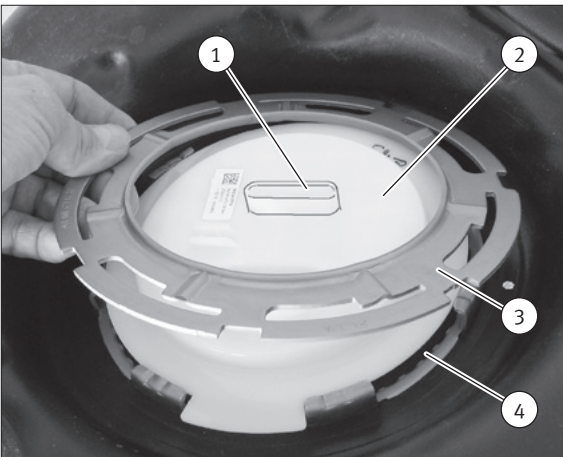
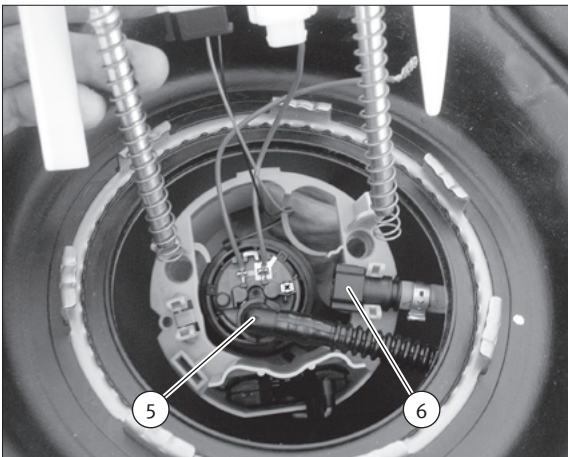

Abb. 1/Fig. 1/Puc. 1/图1
Abb. 2/Fig. 2/Puc. 2/图2
- 根据制造商规定打开密封环(3)(图1)。
- Fijar el conector rápido de 90° de la tubería de presión (5). El mecanismo de enclavamiento debe encastrar.
- Colocar ambas guías (2) de la tapa de brida con muelle en las guías correspondientes (Fig. 2).
- Colocar el anillo de cierre (3) según las prescripciones del fabricante.
- 松开压力管路的快速连接器(5)(图2)。
- 将回流管(6)固定在燃油供给模块的支架上(图2)。